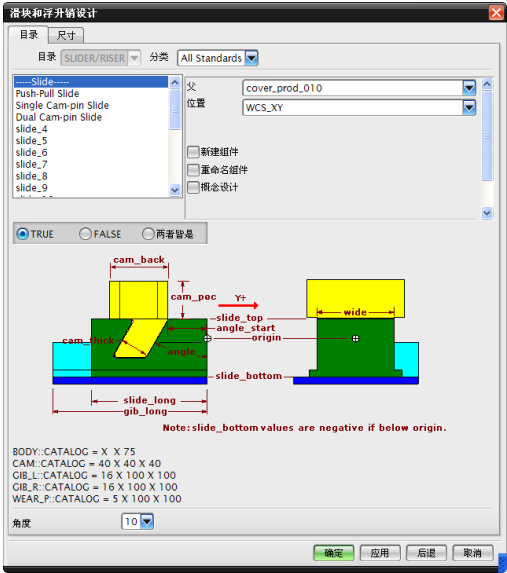
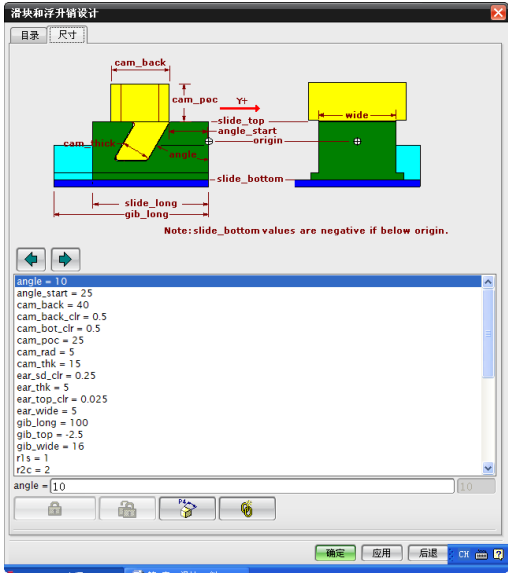

图 8-5 【滑块和浮升销设计】对话框
图 8-6 滑块抽芯的尺寸选项卡对话框
在 MoldWizard 工具栏中单击【滑块和浮升销库】按钮，弹出如图 8-5 所示的【滑块
在图 8-5 所示的对话框中单击【尺寸】选项卡按钮，打开如图 8-6 所示的滑块抽芯的尺寸选项卡对话框，可以设置和编辑滑块组件尺寸。
在图 8-5 所示的对话框中分类选择有三种：【滑动】、【浮升销】和【标准件】。选择【滑动】选项，可以知道滑块抽芯有 11 种机构选择方式，其中“Push-Pull Slide”属于斜楔驱动的滑块机构，“Single Cam-Pin”属于单斜导柱滑块机构，“Dual Cam-Pin Slide”属于双斜导柱滑块机构，这三种类型是原来版本就有的滑块抽芯机构。而 4~11 项 slide_4~slide_11 这 8 种斜导柱驱动机构均为 NX7.5 新增加的，相互之间仅在局部结构上稍有不同。
(1) 在型芯或者型腔内建构合适的成形头实体。
(2) 将工作坐标系 WCS 设置到成形头底线的中点，+ZC 方向为顶出方向，-YC 方向为滑块抽芯方向。
(3) 使用如图 8-5 和图 8-6 所示对话框中的命令功能添加合适的滑块标准件。
(4) 在图 8-5 所示的【滑块和浮升销设计】对话框中，单击【重定位】按钮，移动或者旋转滑块到合适的位置。
(5) 利用【测量距离】工具，测量成形头尺寸，然后在如图 8-6 所示的滑块抽芯的尺寸选项卡对话框中修改滑块尺寸。
(6) 使用【WAVE 几何链接器】工具，将成形头链接复制到滑块体部件文件中，完成成形头的装配。
在图 8-5 所示的对话框中分类下拉菜单中选择【浮升销】选项, 该对话框变化为如图 8-9 所示的斜顶抽芯机构对话框。